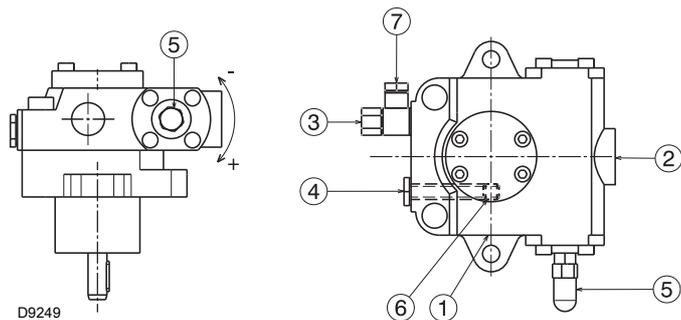

图 24
油泵安装在燃烧器上时，旁路系统被螺栓 6 (图 24) 锁紧。
- 油泵（图 24）启动自吸，需将油泵的螺丝 4）拧松，将进油管中的空气排净。
#### 图例（图 24）
油泵出厂时已经注满油，因此可以进行上述操作。如果油泵内的油被排空，可在启动前通过真空计 4) (图 24) 上的开口注油；否则油泵无法启动。